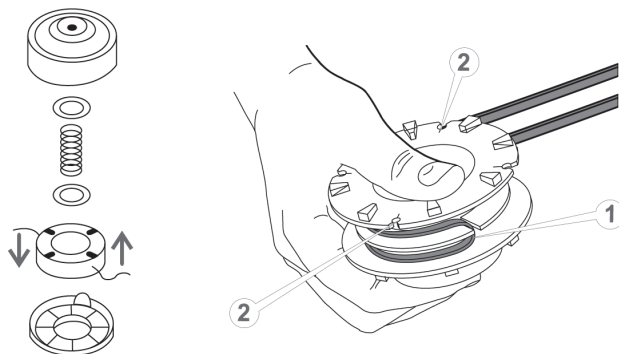

Рисунок 16. Схема заміни жилки у різальній головці.
- зняти кришку різальної головки й витягнути котушку (див. рис. 16);
- протягнути жилку на місці вигину у проріз (1, рис. 16) котушки;
- протягнути кінці жилки у прорізи (2, рис. 16) котушки і потім в отвори корпусу різальної головки. Довжина виходу кінців жилки із ріжучої головки не має перевищувати 15-17 см;